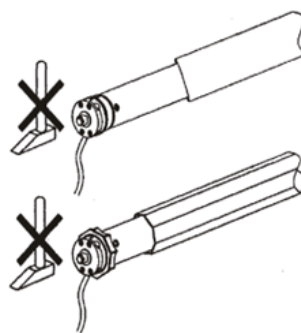

Fig. 3
- Prima dell'installazione, scegliere l'adattatore adeguato. Non usare forza o utensili per inserire il motore nell'albero della serranda avvolgibile (fig. 3).